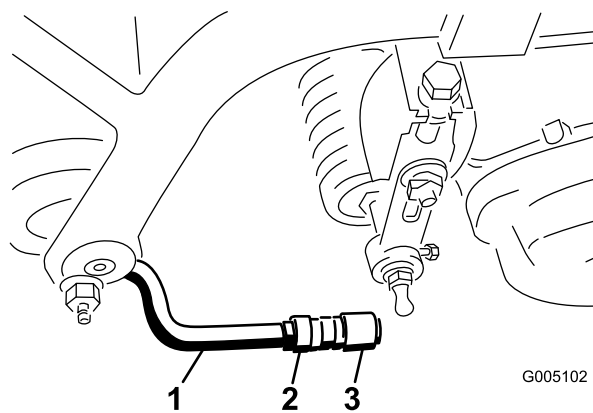

Figura 13
6. Allineate gli attacchi nei giunti sferici in modo che la parte aperta dell'attacco sia centrata verso il prigioniero a sfera. Serrate i controdadi per fissare gli attacchi in posizione (Figura 13).